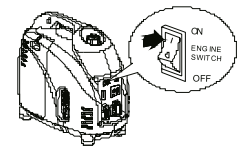

Рис. 16
**в)** Переведите выключатель зажигания в положение «ON» (Рис. 16).